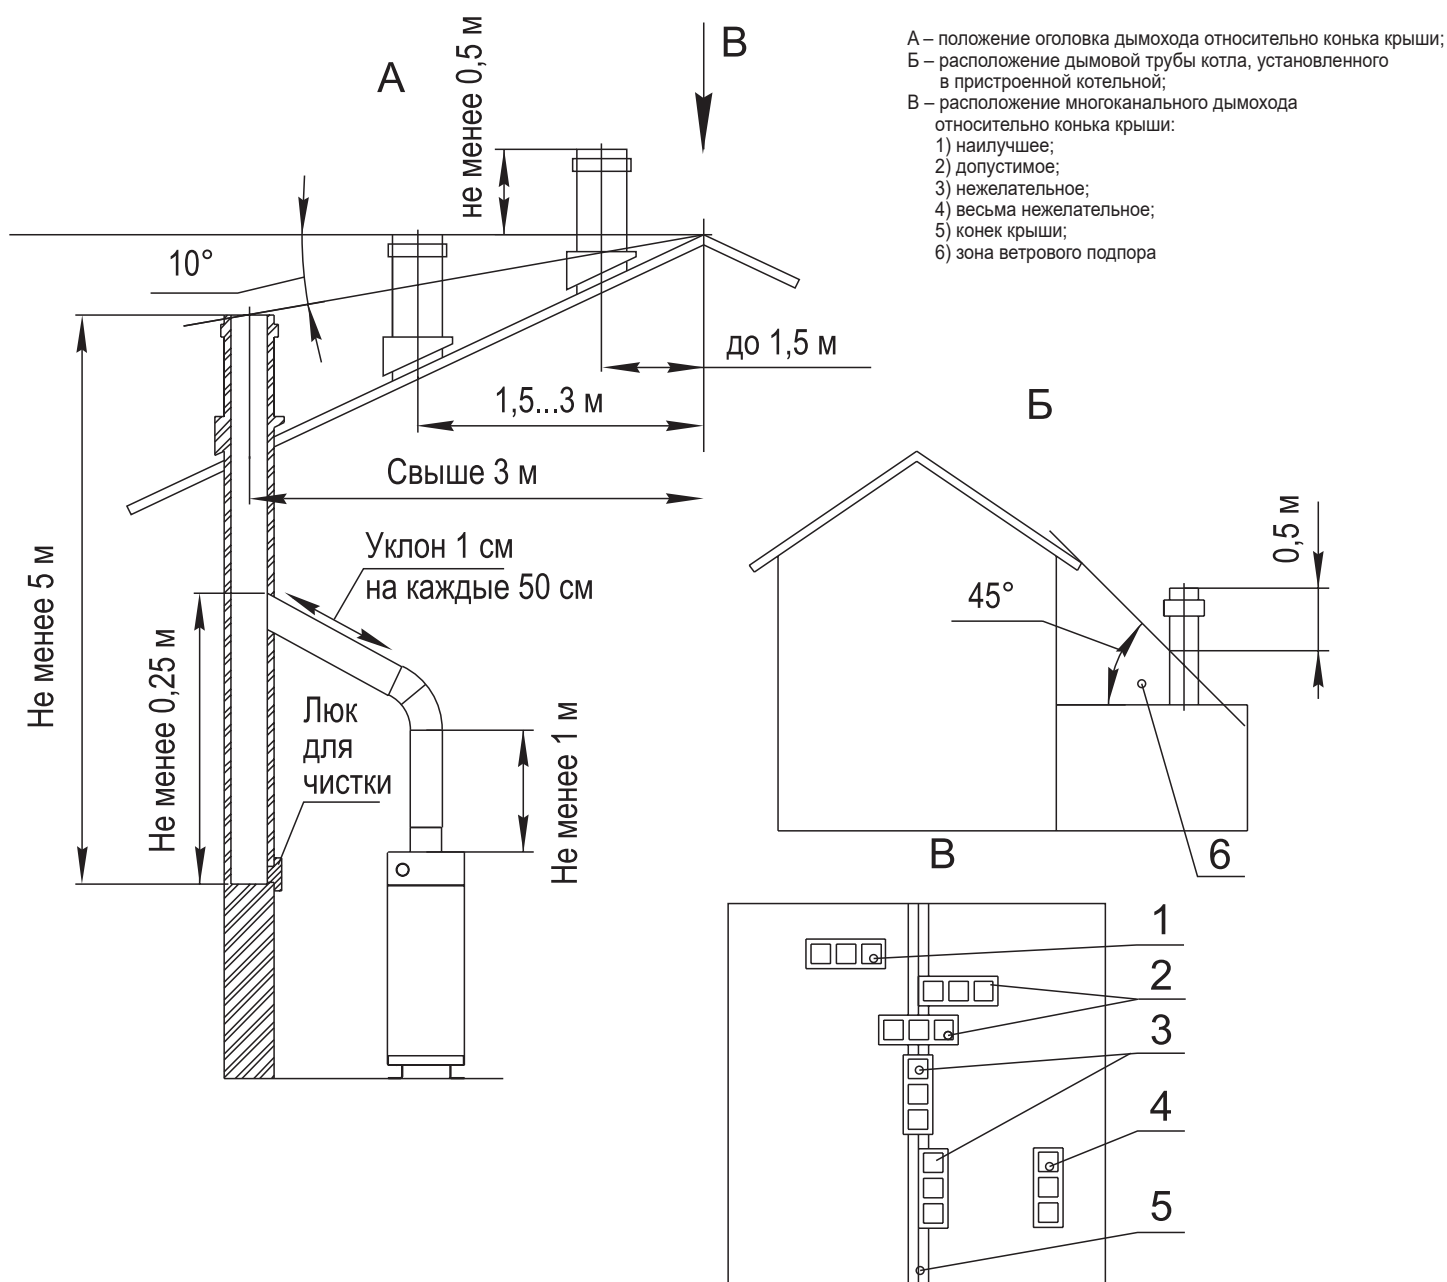
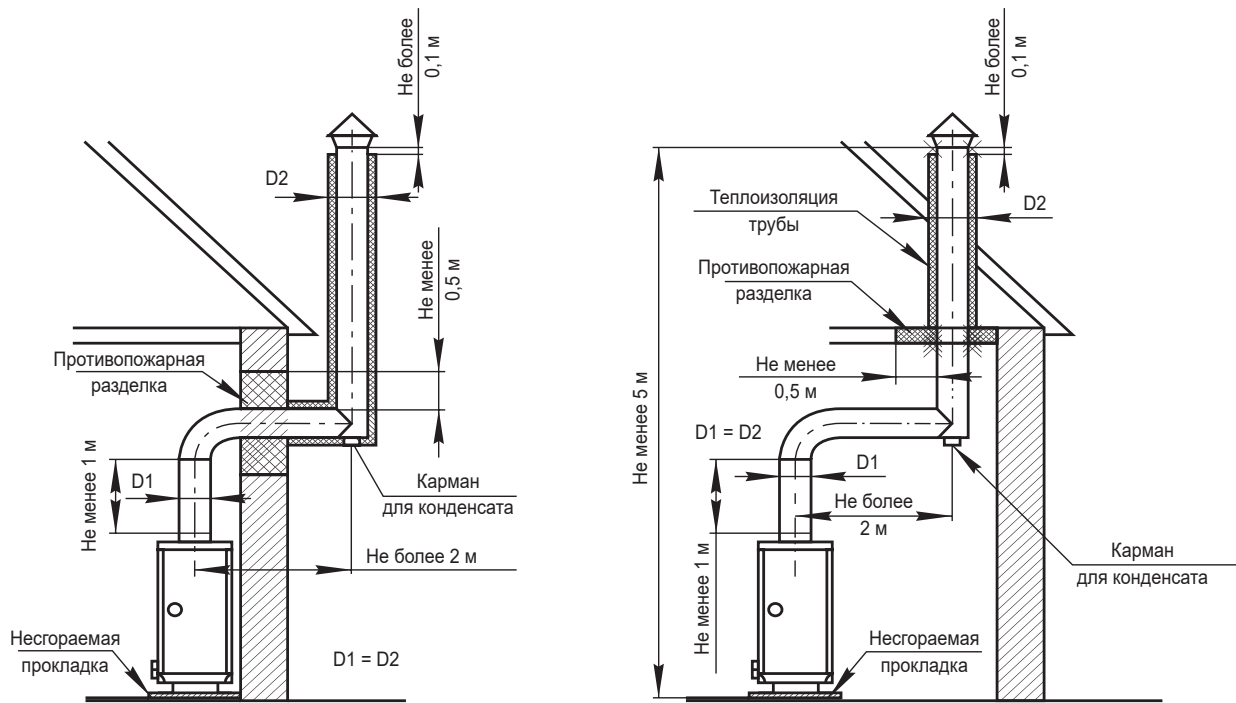

Рис. 5. Схема расположения дымовой трубы
Рис. 6. Схема установки дымовой трубы с выводом через стену и с выводом через потолочное перекрытие
5.3 Котел работает при естественной тяге, создаваемой дымовой трубой за счет разницы холодного и нагретого воздуха, поэтому устройство дымовой трубы должно отвечать следующим требованиям (см. рис. 5, рис. 6):
- высота трубы над крышей должна быть не менее размеров, указанных на рис. 5, 6. Обратите внимание на положение оголовка трубы с несколькими каналами относительно конька крыши;